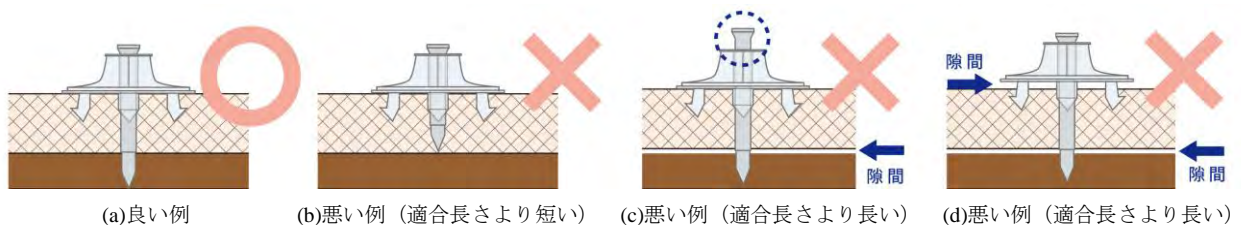

図 4：ネオマキーパー II 設置の模式図
! ネオマキーパー II はネオマフォーム DH の厚さに適合したものをご使用ください。（表 3、図 4 (a)）
*適合長さより短いものを使用すると、釘部が型枠合板に届かず固定できません。（図 4 (b)）
また、長いものを使用すると、釘とカラーが一体化せず、ネオマフォームと型枠合板の間やカラーとの間に隙間が生じ、適切に仮固定できないおそれがあります。（図 4 (c)、(d)）